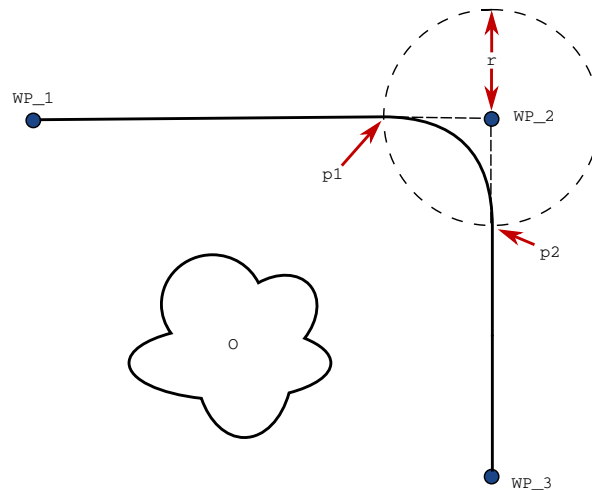

Figura 14.3: Transizione lungo WP\_2 con raggio  $r$ , posizione di transizione iniziale in  $p1$  e finale in  $p2$ .  $O$  è un ostacolo.
**Parametri di transizione** Oltre ai punti percorso, diversi parametri influenzeranno la traiettoria di transizione (vedi figura 14.3):